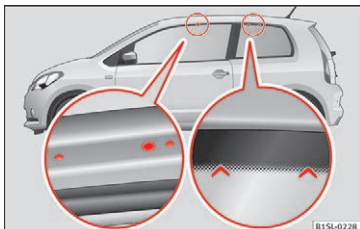

Fig. 141 Monteringssteder til tagbøjler og tagbøjlesystem på 3-dørs-biler
3-dørs-biler: Hullerne og markeringerne til monteringsstederne til de forreste tagbøjler er placeret i det nederste område af tagpanelerne »» **Fig. 141** (forstørret udsnit til venstre). Hullerne og markeringerne kan kun ses, når døren er åben. Markeringerne til monteringsstederne til de bageste tagbøjler er placeret i det øverste område af ruderne »» **Fig. 141** (forstørret udsnit til højre).
- Tagbøjlerne må kun monteres ved de markeringer, der er vist på billedet »» **Fig. 141**.